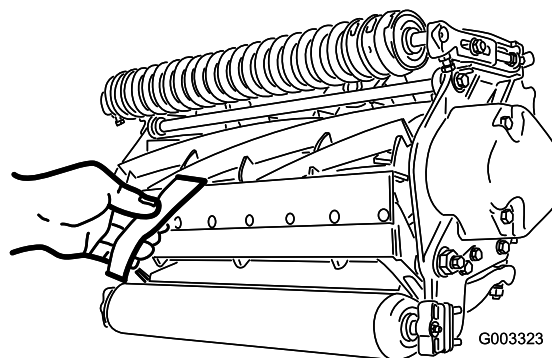

Рисунок 12
10. Проверьте характеристики скашивания, вставив длинную контрольную полоску бумаги (№125-5610 по каталогу компании Toro) между барабаном и неподвижным ножом, перпендикулярно неподвижному ножу (**Рисунок 12**). Медленно проворачивайте барабан вперед. При этом бумага должна разрезаться.